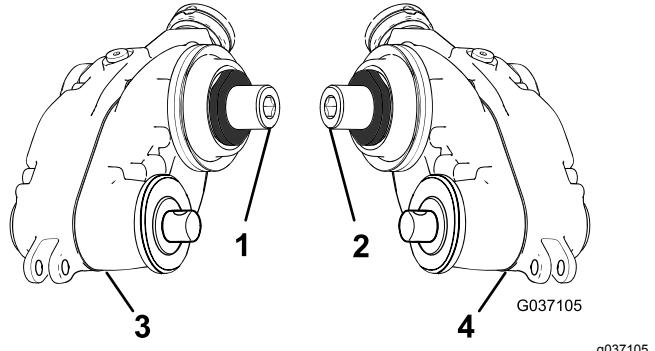

Figure 6
- Identifiez les boîtiers d'entraînement des groomers côtés gauche et droit ; voir Figure 6.